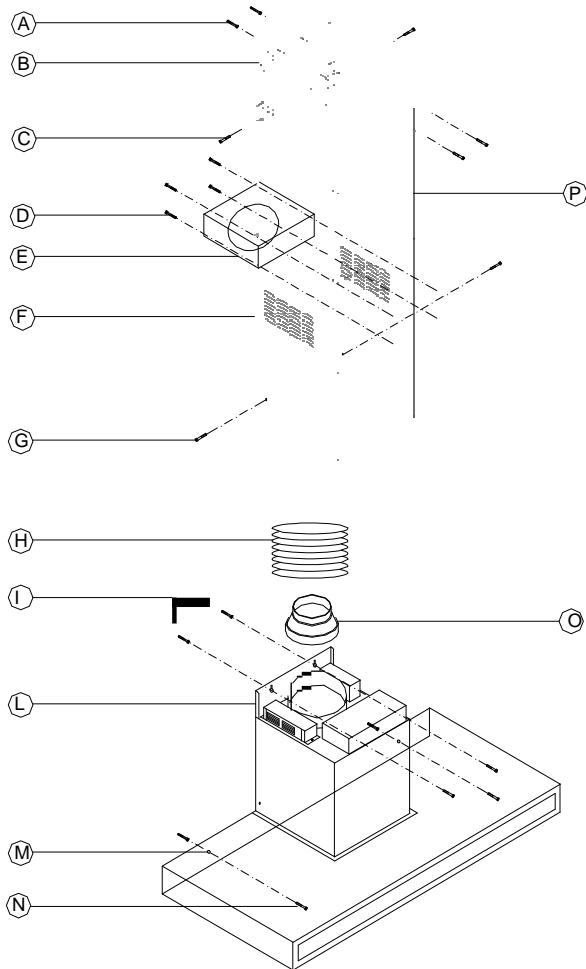

Fig.5
- 2) Fissare la cappa al muro (Fig. 5/L) utilizzando le due viti e i due tasselli in dotazione (Fig. 5/L).
- 3) Montare il raccordo di riduzione 4"47/64 – 5"29/32 (120/150mm) (Fig.5 O) qualora il tubo di scarico fosse 5" 59/64 (Ø125mm)
- 4)Fissare con due viti e due tasselli (Fig.5/N)il corpo della cappa nella parte inferiore della stessa(Fig.5/M).
Utilizzare preferibilmente un tubo 5"29/32 (Ø150mm) oppure 5" 59/64 (Ø125mm) possibilmente flessibile (Fig.5/H) e fermarlo con una fascetta stringi tubo. Collegare il tubo di evacuazione alla condotta esterna e fissarlo con una fascetta stringi tubo. Non montare i filtri a carbone attivo.
Fissare la staffa ancoraggio a parete(Fig.5/B) all'altezza desiderata utilizzando tasselli e viti in dotazione(Fig. 5/A).
Infilare il tubo telescopico superiore(Fig.5/P) all'interno del tubo telescopico inferiore(Fig.5/F). Posizionare il tubo telescopico inferiore sul corpo cappa. Sollevare verso l'alto il tubo telescopico superiore e fissarlo alla staffa utilizzando le viti in dotazione (Fig.5C). Fissare il tubo telescopico inferiore al corpo della cappa (Fig.5/G).
Montare il raccordo T(Fig.5/E) nel tubo telescopico inferiore con le viti in dotazione(Fig.5/D)